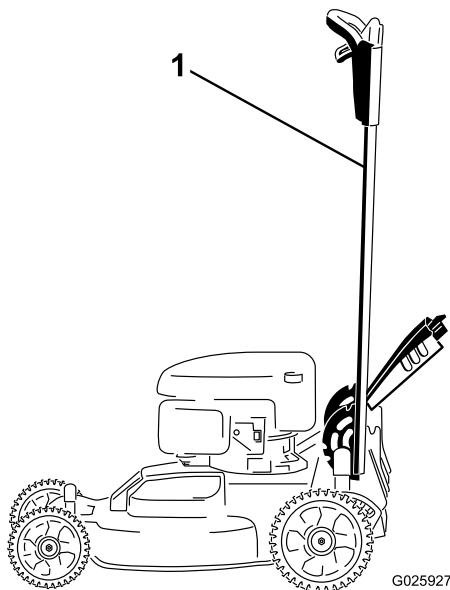

Figure 41
1. Bloquez le guidon en position verticale (Figure 41) ; voir Réglage de la hauteur du guidon (page 11).